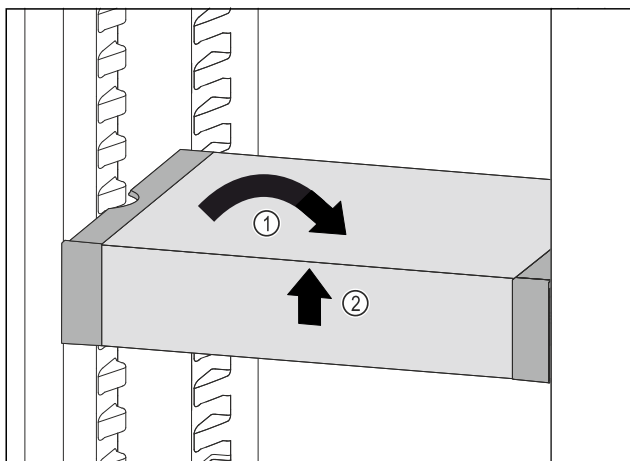

Fig. 48
- Placer VarioSafe lige. Fig. 48 (1)
- Løft VarioSafe op foran. Fig. 48 (2)